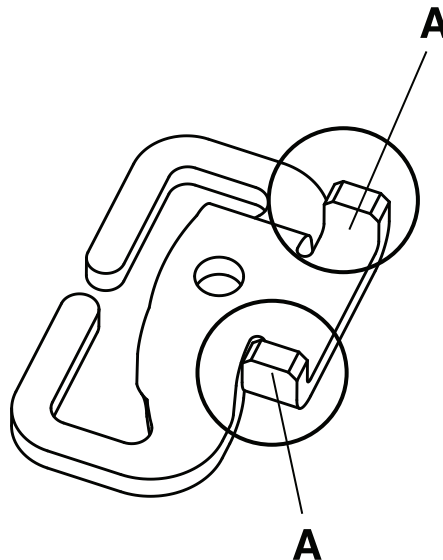
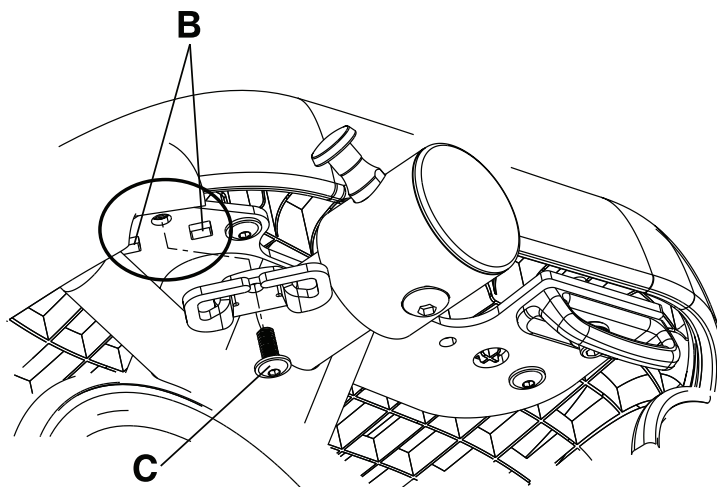

Figura 5-33: Patilhas do suporte do cinto ventral
Figura 5-34: Instalação do suporte do cinto ventral
- a. Encaixe as duas patilhas (A) do suporte (Figura 5-33 na página 5-54) nos orifícios quadrados da peça soldada da estrutura principal (B) (Figura 5-34 na página 5-55).
- b. Instale o parafuso de cabeça redonda com rebordo (0004-671-000) fornecido (C) no orifício redondo existente no suporte para fixar o suporte do cinto ventral à peça soldada da estrutura principal (B) (Figura 5-34 na página 5-55). Com uma chave dinamométrica de 3/8" e uma ponta sextavada de 3/16", aperte o parafuso até  $70 \pm 10$  in-lb ( $8 \pm 1,1$  Nm).